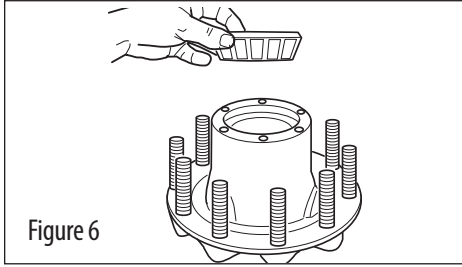

Figure 6
7. Lubrifiez le cône de roulement extérieur avec le lubrifiant qui sera utilisé dans le moyeu et installez-le dans l'ensemble de moyeu (voir la figure 6).